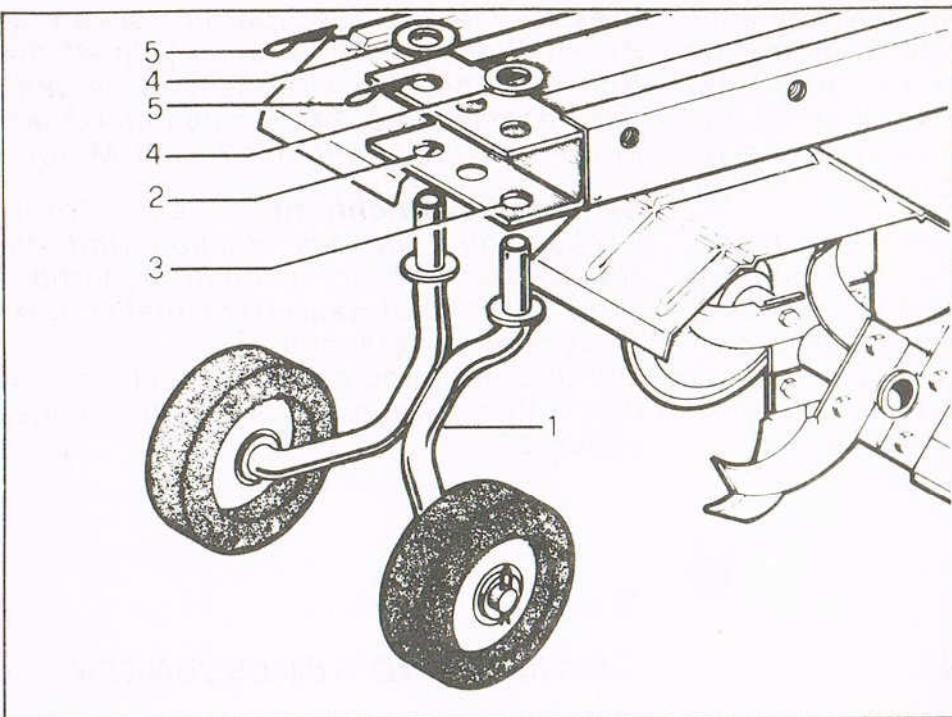

Fig. 3
sul rispettivo supporto. Infilare la parte terminale del supporto (fig. 3, part. 1) nei fori (2)'e (3) quindi bloccare tramite le rondelle (4) e spine di sicurezza (5).
The transfer wheels are already mounted loose on the corresponding support. Insert the support end (1, fig. 3) into holes (2) and (3) and secure through washers (4) and safety pins (5).
Les roues de transport sont fournies déjà installées sur leur support. Introduire l'extremité du support (1, fig. 3) dans les trous (2) et (3) et bloquer à l'aide des rondelles (4) et des goupilles (5).
Die Transporträder werden in montiertem Zustand auf dem diesbezüglichen Stützarm geliefert. Die Endteile des Stützarmes (Bild 3, Detail 1) in die Bohrungen (2) und (3) einführen und durch die Scheiben (5), sowie die Sicherungsstifte (4) festklemmen.